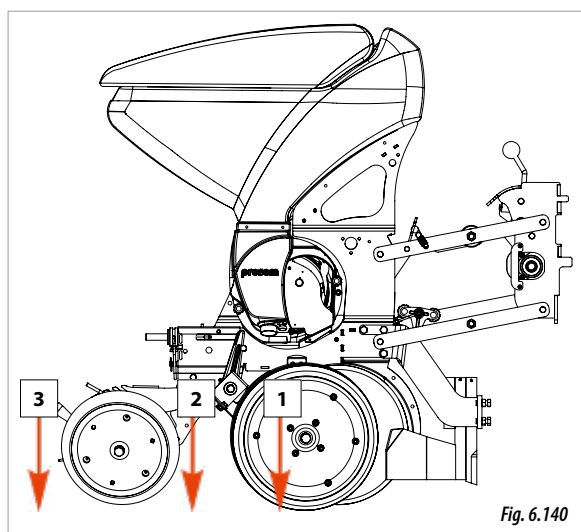

Fig. 6.140
Les **MICROGRANULÉS** sont déposés avec les semences (1, Fig. 6.140).
- SEMI-SUPERFICIEL (2, Fig. 6.140).
- SUPERFICIEL (3, Fig. 6.140).